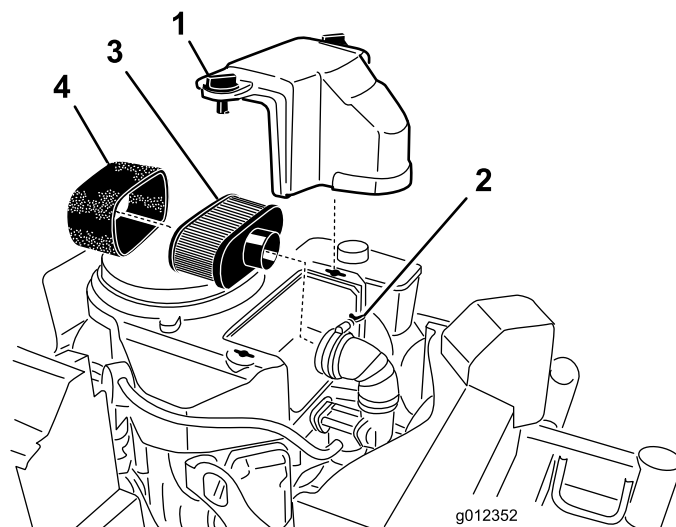

Figura 43
3. Pulite intorno al filtro dell'aria per evitare che la morchia possa penetrare nel motore provocando gravi danni (Figura 43).
4. Svitare le manopole del coperchio e rimuovete il coperchio del filtro dell'aria (Figura 43).
5. Allentate la fascetta stringitubo e rimuovete il gruppo filtro dell'aria (Figura 43).
6. Tirate via con cautela l'elemento in schiuma sintetica dall'elemento di carta (Figura 43).